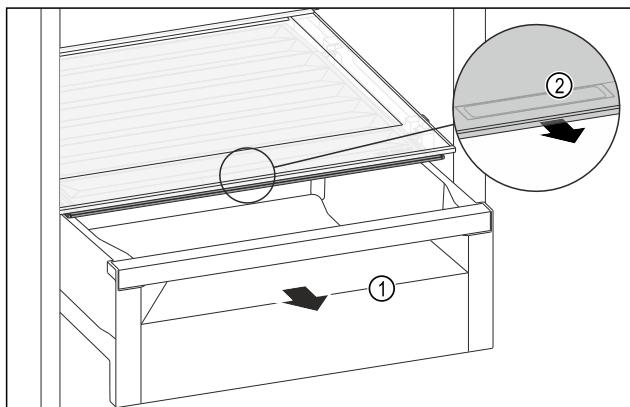

Fig. 116
- Извлеките выдвижной ящик Fig. 116 (1).
- Возьмитесь за утопленную ручку Fig. 116 (2) на крышке отделения и одновременно потяните крышку отделения вперед.